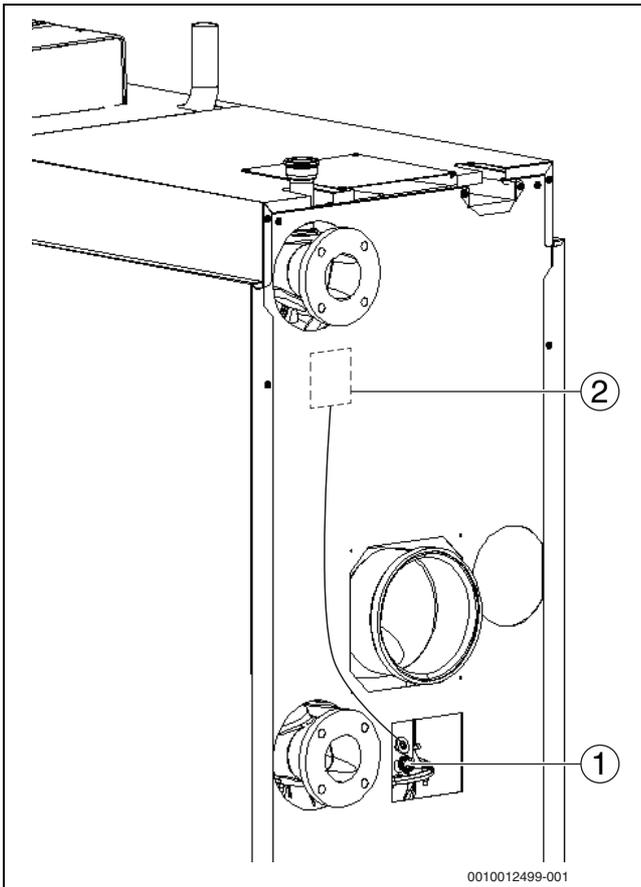

Bild 33 Messwerte aufnehmen (Kesselgröße 150-300 kW)
- ▶ Messfühler durch die Messöffnung (→ Bild 33, Seite 33) im Abgassammler in den Kernstrom halten und O2-Gehalt kontrollieren.
- ▶ Messfühler durch die Messöffnung (→ Bild 33, Seite 33) im Abgasrohr in den Kernstrom halten und O2-Gehalt kontrollieren.
- ▶ Folgende Messungen an der Messstelle im Kesselanschlussstück (→ Bild 33 und 34) durchführen und im Inbetriebnahmeprotokoll (→ Kapitel 17.6, Seite 71) eintragen: